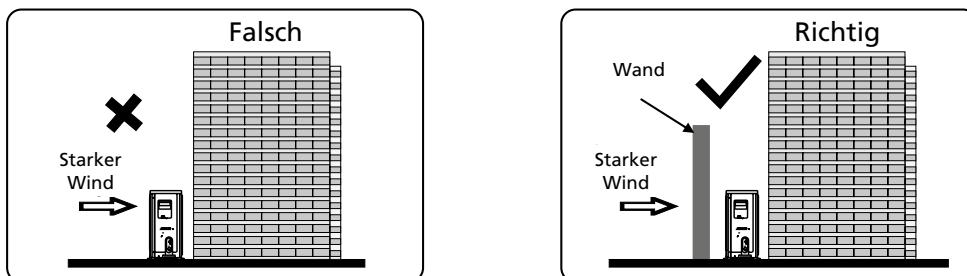

Abbildung 6
- Sollte der Installationsort starken Winden ausgesetzt sein, wie zum Beispiel am Meer, so achten Sie darauf, dass das Gebläse ordnungsgemäß funktioniert, indem Sie das Gerät längs entlang der Wand installieren oder eine Staub- oder Schutzplatte verwenden. Siehe Bild 6.